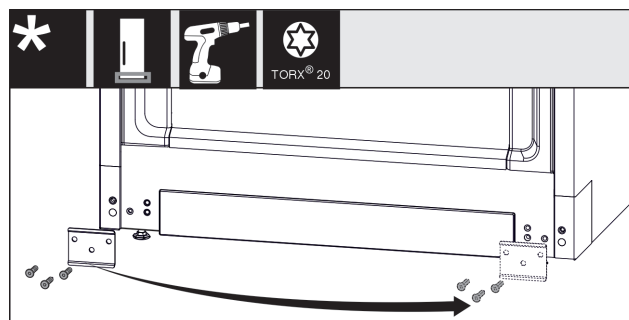

Fig. 12
- ▶ Открутите лист, переставьте на другую сторону и снова прикрутите. Fig. 12 (1)
- ▶ Снова установите крышку с другой стороны. (1)